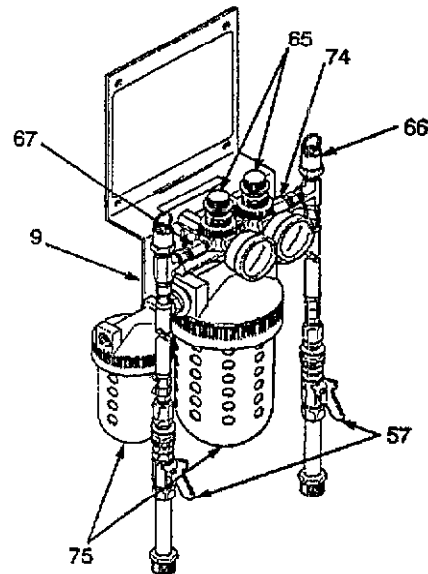

Fig. 20
- g. Ajustar el secador de aire (9); Ver Fig. 20.
- (1) Ajustar ambos reguladores neumáticos (65) a la mínima presión necesaria para suministrar el aire seco adaptado a los bidones de alimentación. Un ajuste de 0,14 bar proporciona normalmente suficiente aire seco a los bidones.
- (2) Abrir las válvulas de cierre de los bidones (57). Remítirse a la sección instalación típica.
- (3) Para reducir la presión en el indicador, girar el botón del regulador en el sentido contrario de las manecillas del reloj y tirar hacia arriba el anillo de la válvula de descompresión (66) hasta que la presión en el indicador se encuentre por debajo del punto de ajuste debajo. Soltar el anillo y luego girar el botón hasta la presión deseada. Ver Fig. 20.